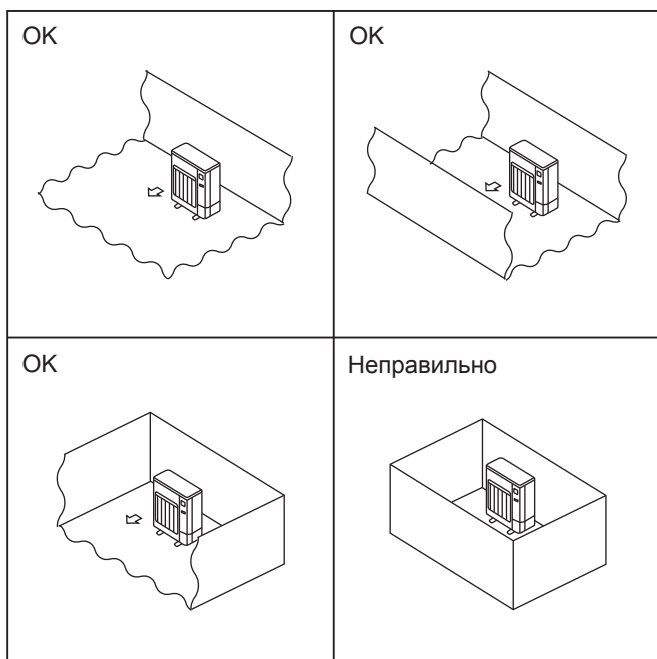

Fig. 2-2
- © Устанавливайте наружные приборы в достаточно большом пространстве без преград, либо так, чтобы, по крайней мере, одна из четырех сторон прибора была открыта. (Fig. 2-2)